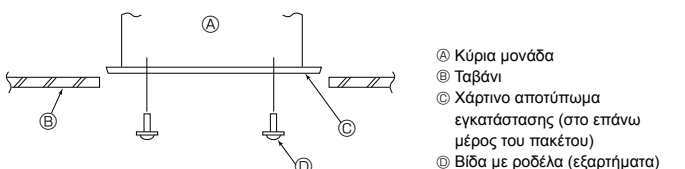

Fig. 3-8
3.7. Επιβεβαίωση της Σωστής Θέσης Ανάρτησης της Κύριας Μονάδας και Σφίξιμο των Μπουλονιών Ανάρτησης (Fig. 3-8)